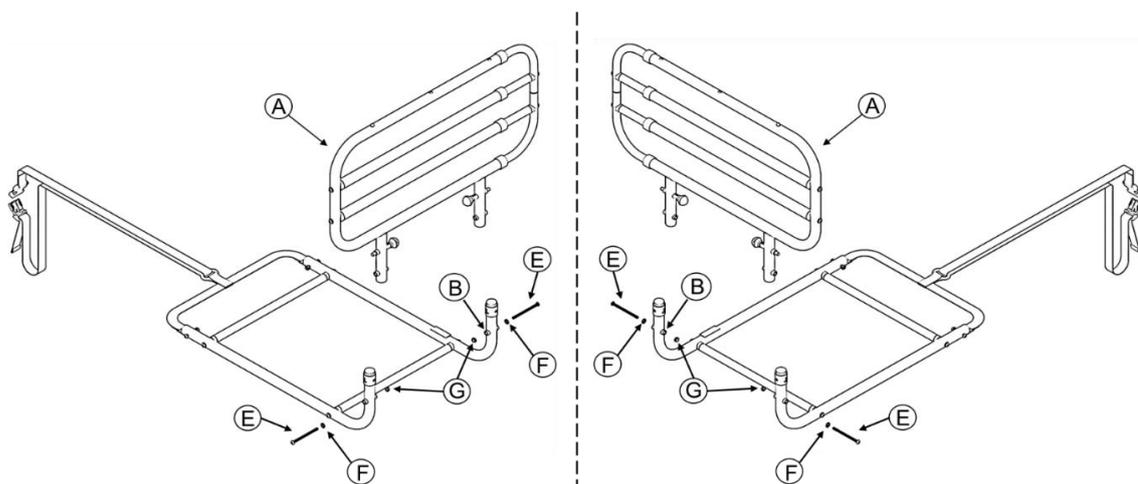

Figura 4
4.3 Utilizando las herramientas suministradas (H y J), fije A y B con los sujetadores (E, F y G) como se muestra en la FIGURA 4.